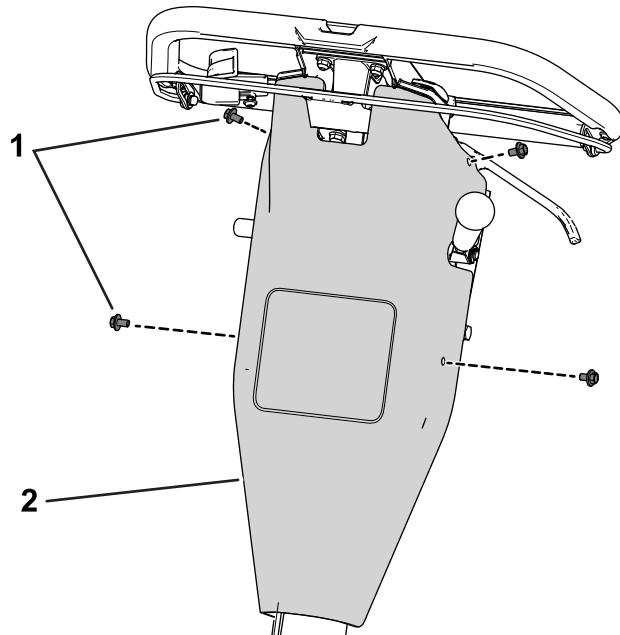

Figura 2
- Retire a cobertura de controlo retirando os parafusos que fixam a cobertura de controlo ao painel posterior (Figura 2).